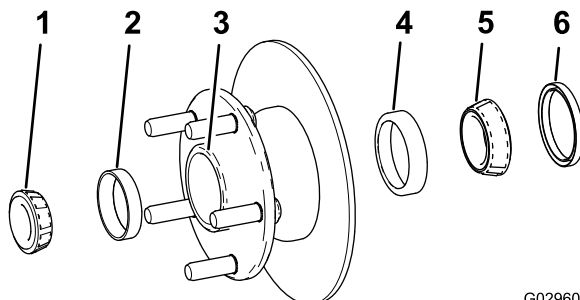

Рисунок 34
1. Снимите наружный подшипник и кольцо подшипника со ступицы (Рисунок 34).
2. Снимите уплотнение, внутренний подшипник и кольцо подшипника со ступицы (Рисунок 34).
- Очистите полость ступицы от всей консистентной смазки, грязи и мусора (Рисунок 34).
- Установите внутреннее и наружное кольца подшипника в ступицу (Рисунок 34).
- Заполните полость ступицы на 50–80% консистентной смазкой указанного типа (Рисунок 34).
- Установите внутренний подшипник на кольцо с внутренней стороны ступицы и установите уплотнение (Рисунок 34).